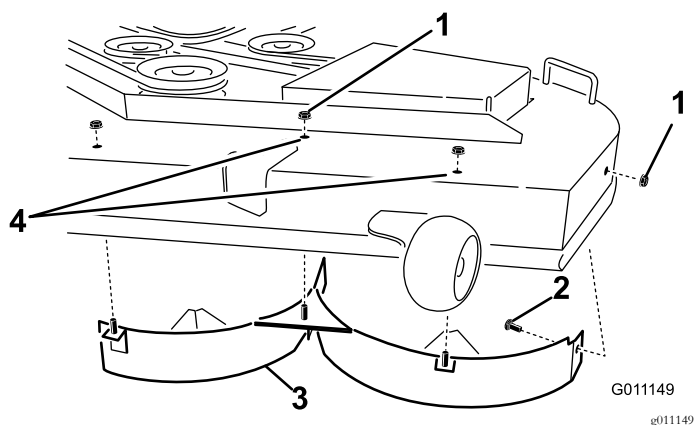

Figura 34
4. Retire las 3 contratuercas (5/16") de las clavijas soldadas del deflector izquierdo, en la parte superior de la carcasa del cortacésped, en las posiciones centro, centro izquierda e izquierda (Figura 34).
que sujetan el deflector izquierdo a la carcasa (Figura 34).
6. Retire el deflector izquierdo de la carcasa del cortacésped (Figura 34).
7. Localice los 2 pernos en las piezas sueltas, y utilice las contratuercas existentes para instalar estas fijaciones en los taladros indicados en Figura 34 de la carcasa del cortacésped para evitar que se arrojen residuos al aire.